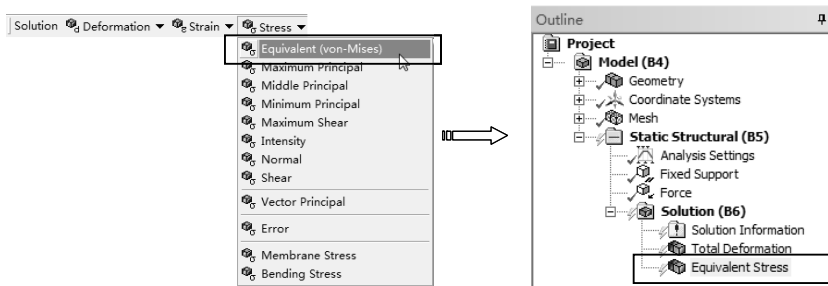

图 8-33 添加应力求解项
- 3) 求解应力。单击【Solution】工具栏上的【Stress】|【Equivalent (von-Mises)】命令，此时在分析树中插入【Equivalent Stress】项，如图 8-33 所示。